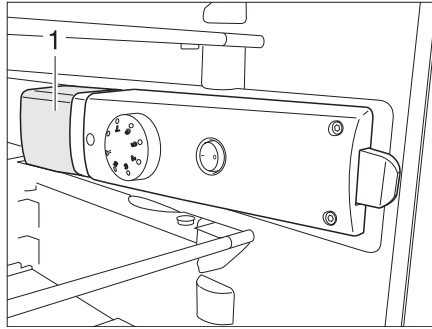

Bild 287 Kühlschrankleuchte
- Von hinten unter die Leuchtenabdeckung (Bild 287,1) fassen und Leuchtenabdeckung ca. 3 mm anheben.